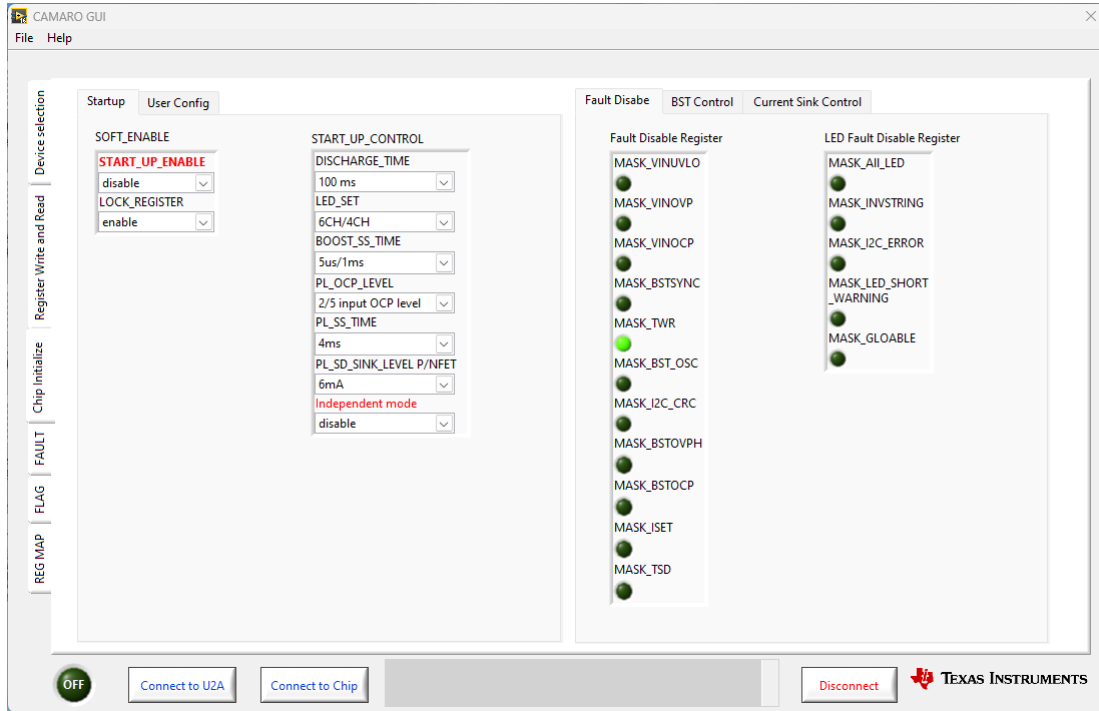

图 2-5. LP8870Q1EVM 初始页面
3.单击“Chip Initialize”转至初始页面（请参阅图 2-5）。在 LED 初始页面上，用户可以控制器件的所有基于寄存器的控制功能，例如亮度控制、电流控制、Sloper 控制、调光模式、LED 设置和展频配置。完成设置后，在“START_UP_ENABLE”寄存器中选择“enable”以点亮器件